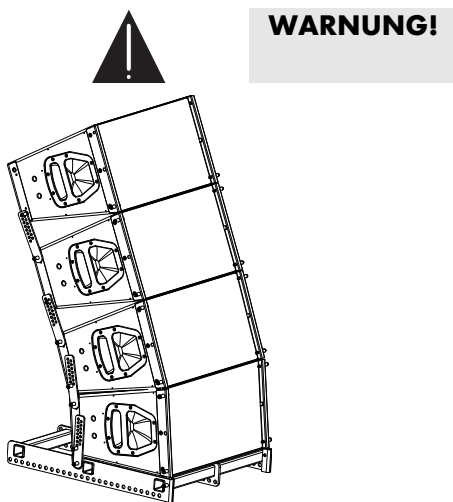

Fig. 21: Groundstack aus Q1 und Z5159
- Legen Sie den Z5159 Q Flugrahmen umgedreht auf den Boden wie in nebenstehender Abbildung (Fig. 21) gezeigt.